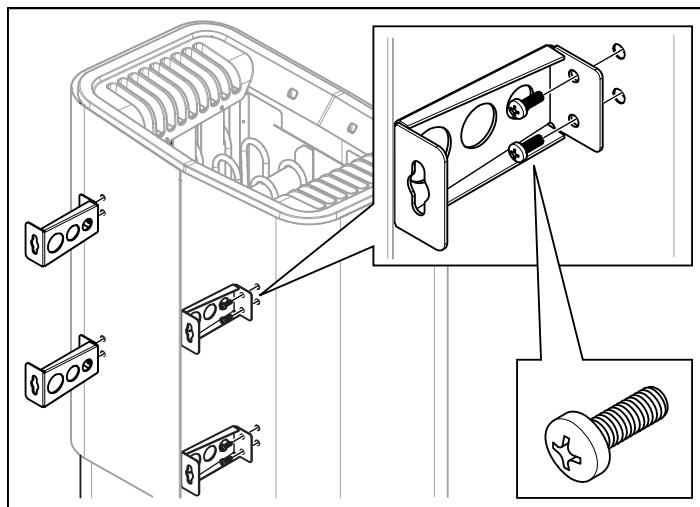

Fig 10: Montera konsolerna på aggregatet
8. Lossa de två första skruvorna på aggregatets baksida och skruva fast en av de fyra konsolerna. Upprepa proceduren tills alla konsolerna sitter på plats se Fig 10.